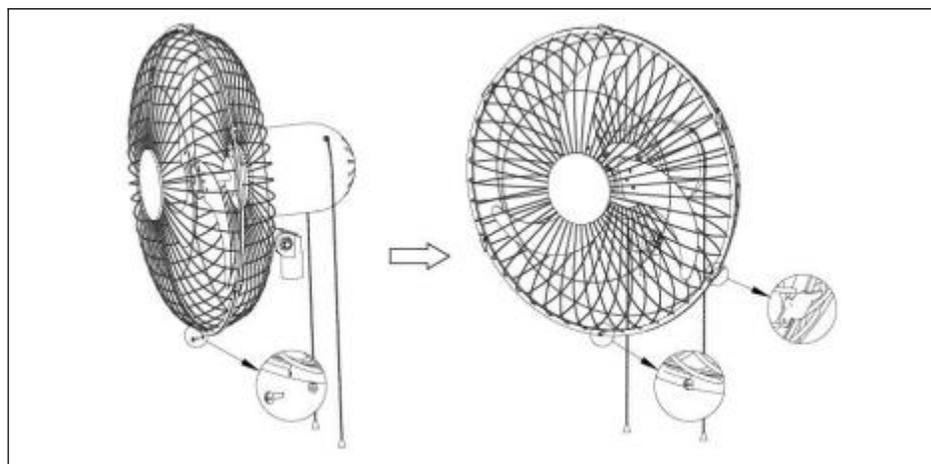

Bild 7.
3) . Rikta in skruvhålen längst ner på de främre och bakre gallren och fäst sedan knapparna på toppen av det främre gällerskyddet till det bakre gällerskyddet, fäst alla gällerskyddsknappar och lås slutligen säkerhetsskruvarna (18). Se (Bild 7.)